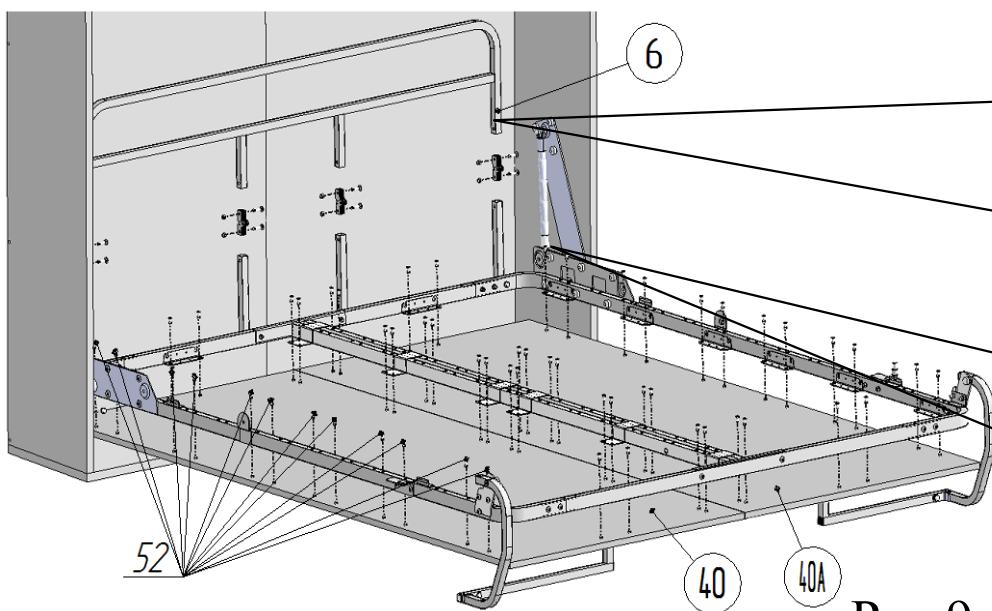
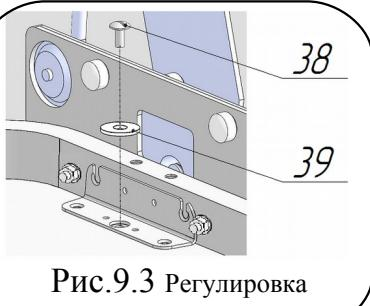
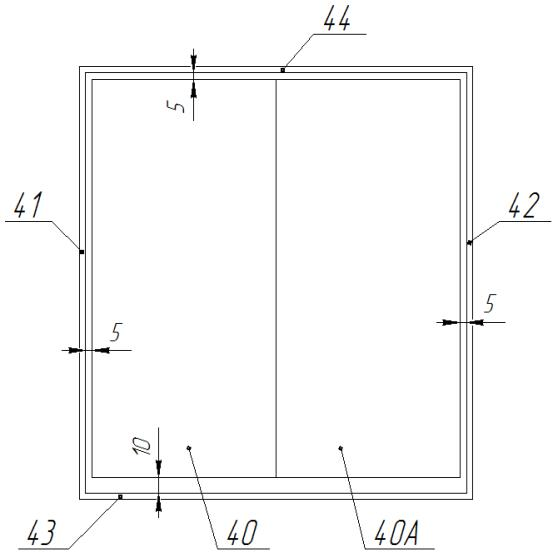

Рис.9.1
Рис.9.3 Регулировка положения щитов
Рис.9.4
11. Установить шарниры поз. 11 в бортик поз.6 и стойки бортика поз.9 (рис.9.1 и 9.2). Закрепить, используя Винт M6x25 поз.16, гайку M6 со стопорным кольцом поз.23. Присоединить стойки бортика поз.9 к стойкам со вкладышем поз.9А в соответствии с рисунком 9.2, используя Винт M6x25 поз.16, гайку M6 со стопорным кольцом поз.23.
**Шайбу подложить под головку винта.** Привести кровать в вертикальное положение. Последующей регулировкой щитов обеспечить зазоры между стенками короба поз.41,42, верхней панелью поз.44 и щитами декоративными поз.40 и 40А — 5 мм (рис.9.4 и
29), между панелью нижней поз.43 и щитами декоративными поз.40 и 40А— 10 мм (рис.9.4 и 29). Регулировку щитов произвести следующим образом: привести кровать в горизонтальное положение, ослабить винты M6x13 поз. 38 (рис.9.3). Сместить декоративные щиты в необходимом направлении. Затянуть винты M6x13 поз. 38. При необходимости повторить операцию выравнивания. Окончательно закрепить декоративные щиты на раме, используя саморезы Ø4x16 поз.52 (рис.9.1).